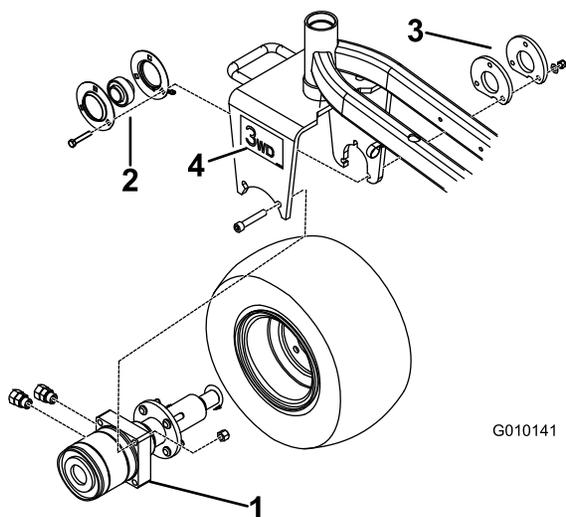

Figura 2
1. Retire o bocal de lubrificação do novo motor e conjunto do hub (Figura 2).
4. Insira flangetas e rolamentos na extremidade do eixo do motor como se mostra em Figura 2.
- Monte as (2) uniões rectas no lado do conjunto do motor (Figura 2).
- Posicione o hub do motor, flangetas com rolamento, placa do adaptador e conjunto do pneu na forquilha da roda giratória. Certifique-se de que as portas no motor estão viradas para trás (Figura 2).
- Prenda sem apertar o motor no lado interior da forquilha da roda giratória com (2) parafusos de cabeça flangeada e (2) porcas (Figura 2).
- Monte sem apertar as flangetas com rolamento no interior da forquilha da roda giratória com (3) novos parafusos 3/8 x 2 pol., placa do adaptador, espaçador, (3) anilhas endurecidas 13/32 x 13/16 e (3) porcas 3/8 pol.
Nota: Os bocais de lubrificação têm de estar virados para baixo na flangeta (Figura 2).
- Aplique um autocolante em cada lado da forquilha da roda giratória (Figura 2).